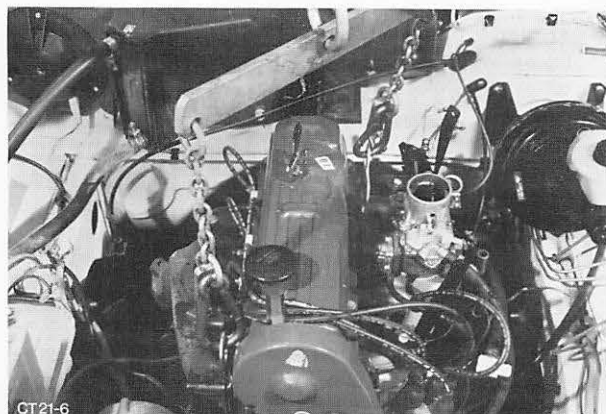

Abb. 12 Motor mit Spezialwerkzeug aus dem Fahrzeug heben, „B“-Motor
8. Getriebe abstützen und Motor mit Spezialwerkzeug G2-6000, beim „B“-Motor zusätzlich G1-6000, aus dem Fahrzeug herausheben, Abb. 12.